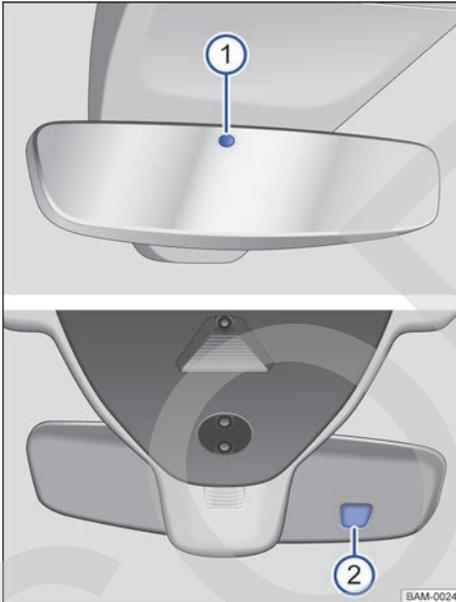

Fig. 114 En el parabrisas: retrovisor interior antideslumbrante automático.
Con el encendido conectado, los sensores miden la incidencia de la luz por detrás → fig. 114 ① y por delante ②.